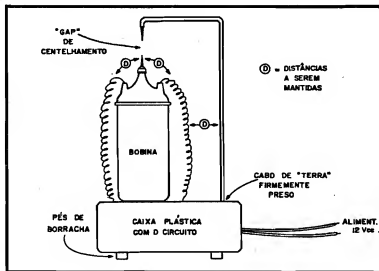

Fig. 6
- FIG. 6 - ARRANJO GERAL DA CAIXA/BOBINA/CENTELHA-
- FIG. 7 - AS EXPERIÊNCIAS... - Na verdade, mesmo sob 6 VCC, o circuito deverá funcionar, porém sob reduzida capacidade de geração de AT... Em Experiências rápidas, mesmo pilhas poderão ser usadas na energização do GERA (4 a 8 pilhas grandes, num suporte). O ideal, contudo, é alimentar a "fera" a partir de uma fonte de 12V x 1A (devido às características de "pouca frescura" do circuito, mesmo fontes baratas, não reguladas nem estabilizadas, de ripple considerável, servirão...). Com o conjunto arranjado conforme fig. 6, afastamento no gap de centelhador em torno de 1 cm., é só ligar a alimentação para que o "raio" surja entre as pontas do centelhador, na forma de uma crepitante fásca azulada, ondulando em pleno ar, repleta de energia... Não se espantem se o ar começar a "cheirar" diferente junto ao EXPERIMENTADOR... Isso se deve à presença do ozônio, um alótropo do oxigênio gerado pela forte ionização do ar imposta pela passagem do "raio" de AT...